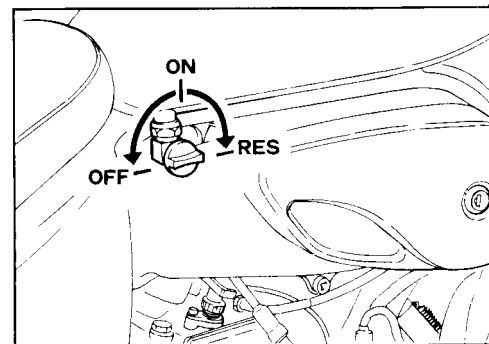

Fig. 7
- Aprire il rubinetto serbatoio (fig. 7) ruotandolo in posizione **ON**.